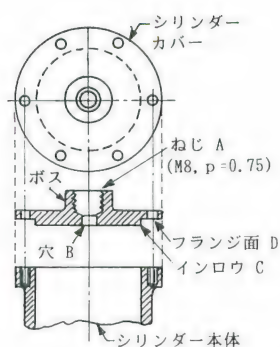
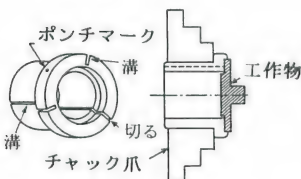

図5-16
図5-17
③両面から加工したいが心が狂っては困る場合や、外周に爪キズをつけたくない場合などは上の方法では不適當です。図5-16の例は小型エンジンのシリンダーカバー(蓋)です。ねじAの軸と穴Bと印鑑部Cは心が一致し、6個の穴のあるフ
ランジ面Dと穴Bが直角であることが重要です。最初にボス(突起部)をくわえて外径、フランジ面、インロー外径、を加工します。問題は、裏返して今削った外径を三爪にくわえますと、まず絶対に心が一致しないことです。そこで図5-17のような「割りリング」が必要になるのです。作り方は、軟鋼棒を削ってつば付きのパイプを作ります。つばを外にして三爪チャックの爪にぴったり押しつけてくわえます。つば部分に、中ぐりバイトを使って図のように円板径(この例では図5-16の外径)に合わせた段を作ります。一番のチャック爪に対する所にポンチを打って合い印にし、チャックから外してマークの反対側を手ノコで縦に切り、内側のカエリ(切り口のメクレ上がり)をヤスリで削り取り、リングがすばみやすいように2か所に縦溝を入れます(目分量で120°間隔)。上のように片面を加工した工作物を段部にはめ、ポンチマークを一番の爪に合わせて三爪チャックにくわえ、ボス部を加工すると正しく心が出ます。